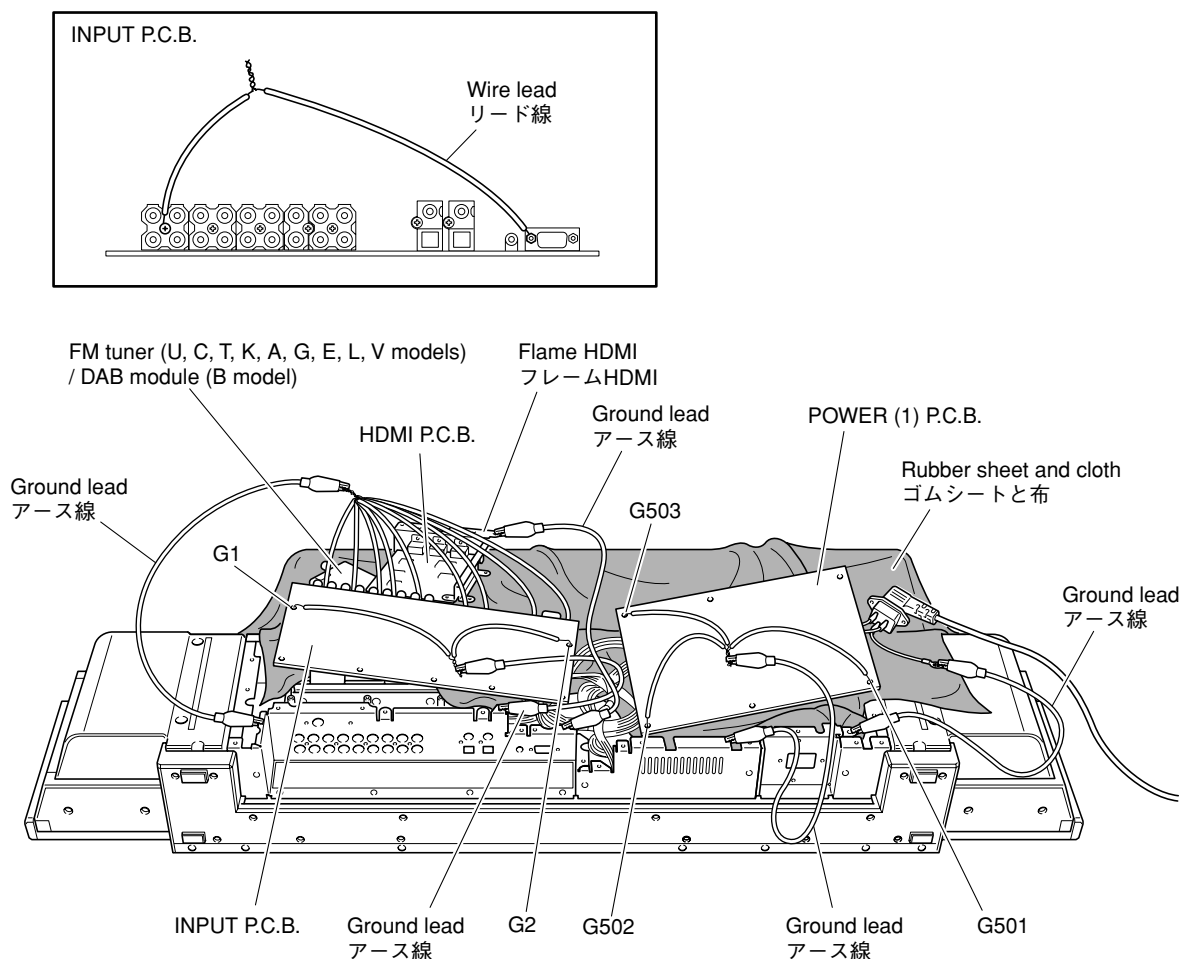

Fig. 6
- * Put the rubber sheet and cloth over the equipment. Then place the P.C.B.s upside down on the cloth and check it. (Fig. 6)
- * In this unit, the ground of P.C.B.s is connected to the panel or chassis. When these P.C.B.s are removed from the panel or chassis, connect the ground point to the panel or chassis, using a ground lead wire or such. (Fig. 6)
- ・本機の上にゴムシートと布を敷き、その上にP.C.B.を裏返しに置いてチェックします。(Fig. 6)
- ・本機ではP.C.B.のアースがパネルまたはシャーシに接続されています。P.C.B.をパネルまたはシャーシより取り外した場合、リード線等でアースポイントをパネルまたはシャーシに接続してください。(Fig. 6)